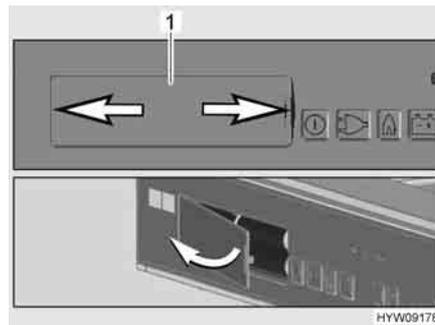

Fig. 143 Vano batteria
- Premere contemporaneamente a sinistra e a destra sul coperchio (Fig. 143,1) del vano batteria (freccia).